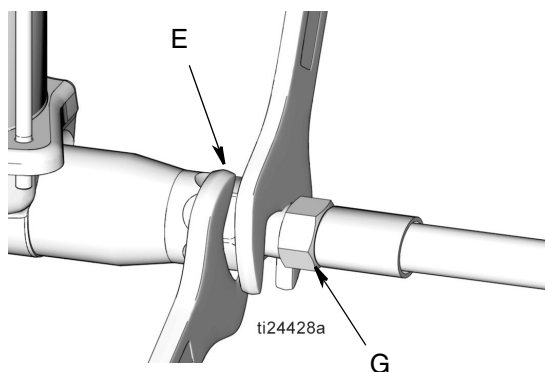

Рис. 7
1. Закройте **главный воздушный клапан стравливающего типа (F)** (обязательный компонент в системе).
2. Закройте **запорный клапан (V)** в системе / насосе подачи масла (DD).
3. **Снимите давление** в системе, проворачивая двумя ключами в противоположные стороны на **выпускном патрубке насоса (E)** и **фитинге смазочной линии (G)** для **медленного ослабления затяжки** фитинга до тех пор, пока он не отсоединится или из него не будет выходить воздух или смазочный материал (Рис. 7).